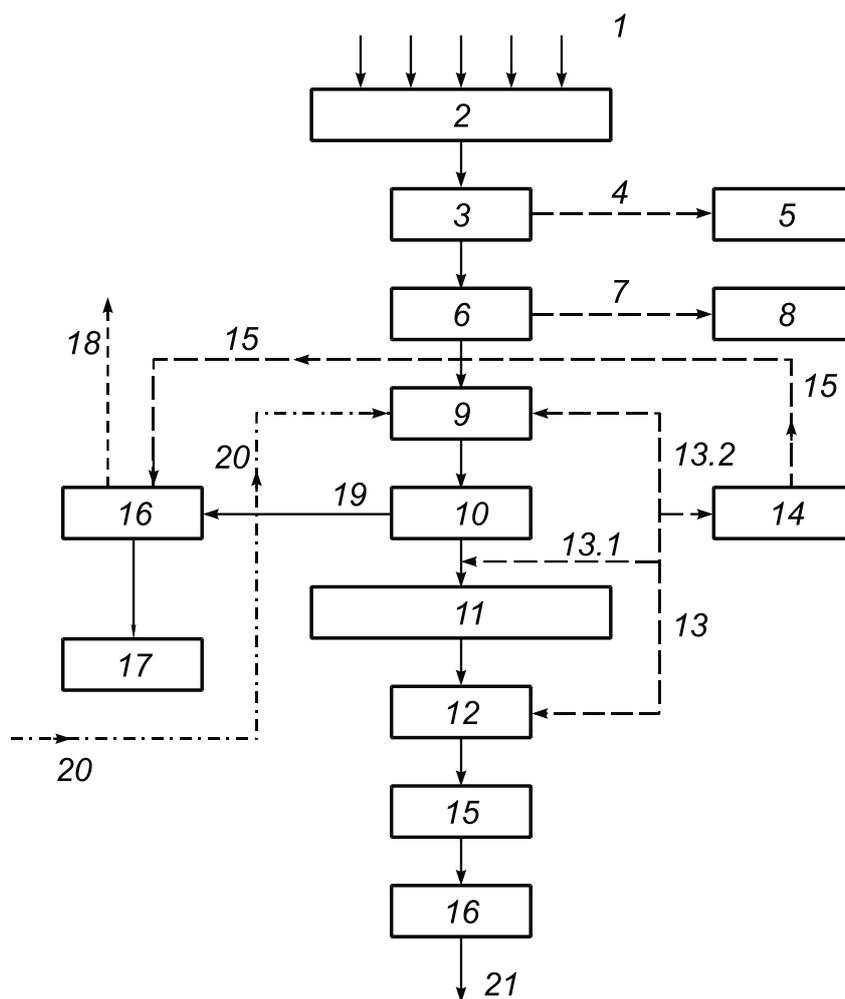

Рис. 6 Схема очистной станции (с биологической очисткой сточных вод в аэротенках):
- сооружения, в которых очистка сточных вод осуществляется в искусственно созданных условиях: **биологические фильтры и аэротенки** (Рис. 6).